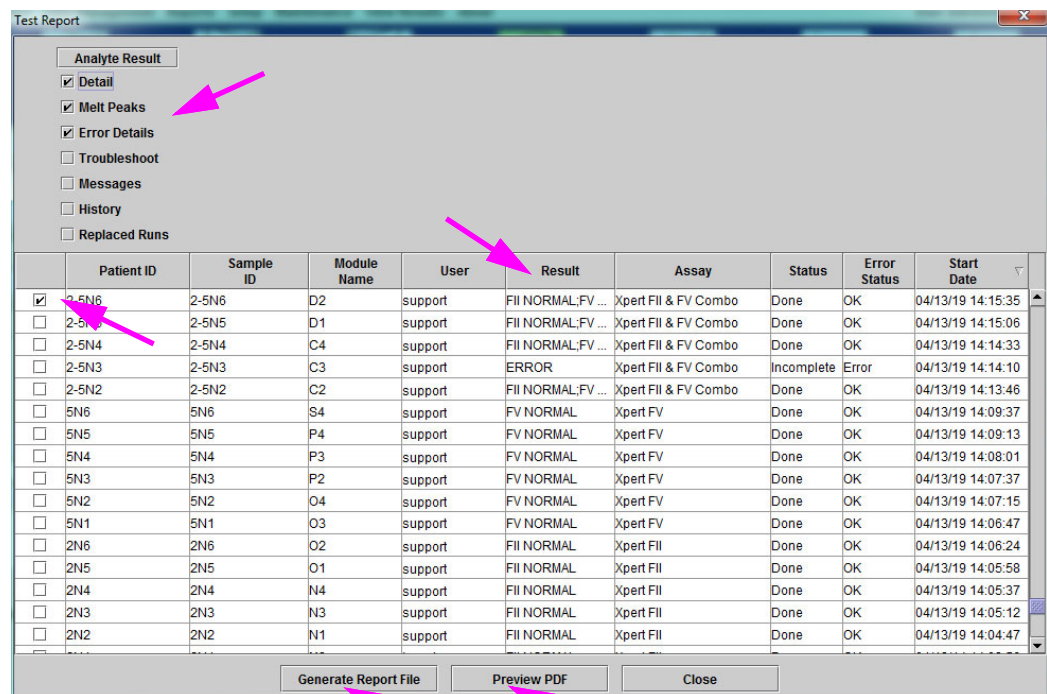

Figura 5-57. Caseta de dialog Selectare test de vizualizat
- Faceți clic pe butonul **Generare fișier raport (Generate Report File)** din spațiul de lucru Raport de testare (Test Report) (consultați Figura 5-57) pentru a crea fișierul PDF cu raportul de testare. Apare caseta de dialog Generare fișier raport (Generate Report File), care vă permite să salvați fișierul într-o locație specificată. Faceți clic pe **Salvare (Save)** după ce ați navigat la locația specificată.